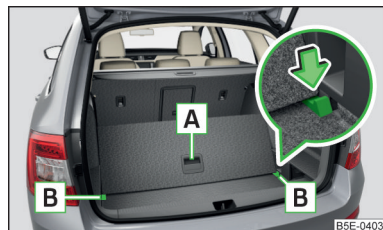

Fig. 129
- Eleve la parte posterior del suelo de carga variable por el tirador **A** » fig. 129.